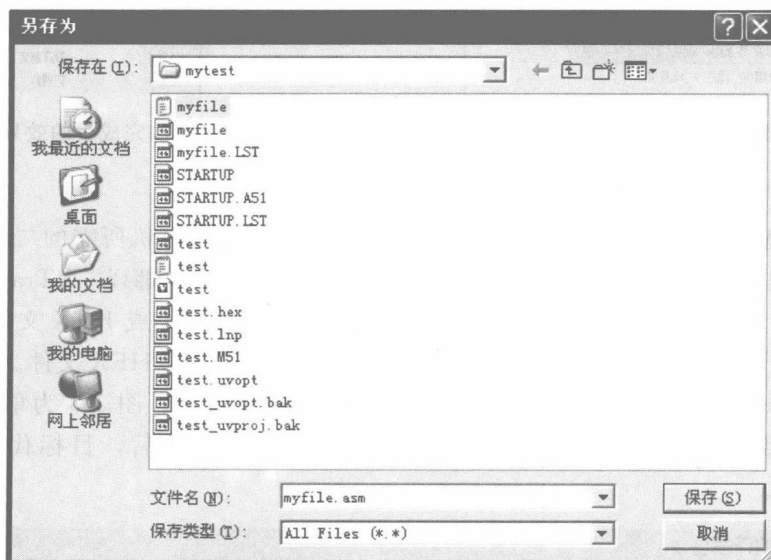

图 1-5 保存文件对话框
(3) 源程序文件的编译
① 新建文件。单击菜单命令“文件”→“新建”，建立一个新文件。
② 保存文件。单击菜单命令“文件”→“保存”，弹出保存文件对话框，如图 1-5 所示。文件保存位置选择“D:\mytest”文件夹，文件名输入“myfile.asm”。注意文件扩展名必须输入，用汇编语言编写的源程序，扩展名是“.asm”，用 C51 编写的源程序，扩展名是“.c”。